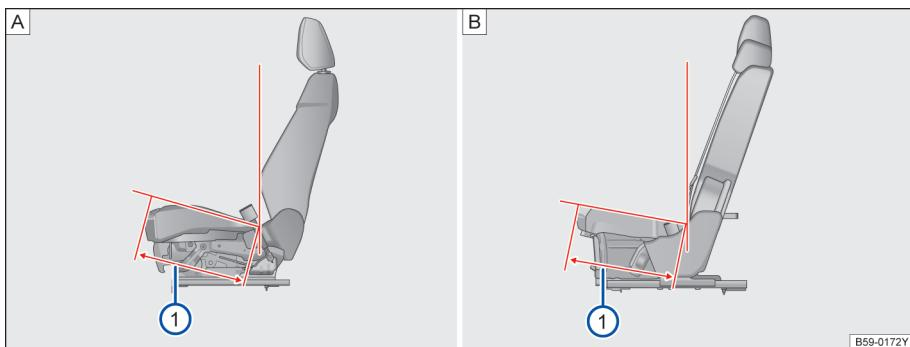

图 104 前排及第二排座椅坐垫深
=452.6mm→图 104[A]①
=452.5mm→图 104[B]①